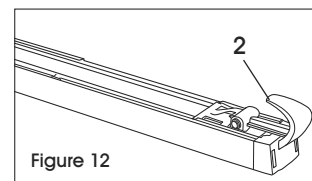

Figure 12
1. Tirez complètement le poussoir (2) et bloquez-le en position arrière. (Voir Figure 12)